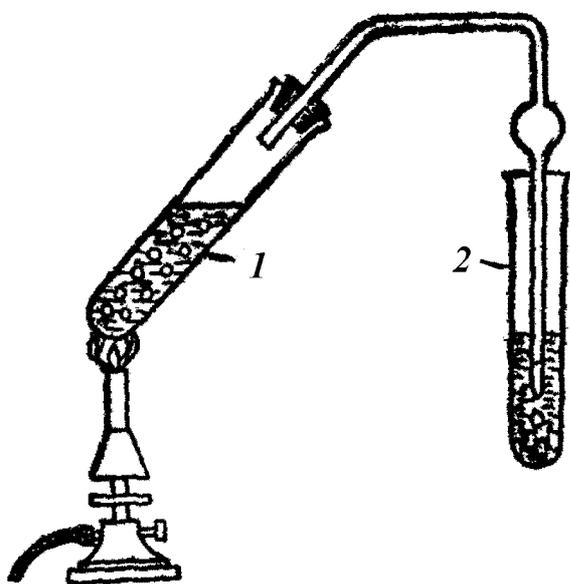

Рис.12. Прибор для получения пропилена из изопропилового спирта
*Приборы и реактивы:* прибор (рис.12), смесь изопропилового спирта1, серной кислоты и катализатора реакции – безводного сульфата алюминия.
*Приборы и реактивы:* прибор (рис.12), мерный цилиндр на 25 мл, безводный хлорид цинка, капельницы с конц. серной кислотой, раствор брома в четыреххлористом углероде, раствор перманганата калия, изоамиловый, гексиловый, гептиловый или октиловый спирт, лед.
*Приборы и реактивы:* прибор для получения этилена (см рис.12), карбид кальция, 50%-ный раствор спирта в воде1, бромная вода, раствор перманганата калия, разб. серная кислота.
*Приборы и реактивы:* прибор для получения пропилена (рис.12), карбид кальция, аммиачные растворы гидроксида серебра или монохлорида меди, конц. соляная кислота.
*Приборы и реактивы:* прибор (рис.12), смесь равных объемов спирта и конц. серной кислоты, бромид натрия, лёд, гранулированный хлорид кальция, делительная воронка.